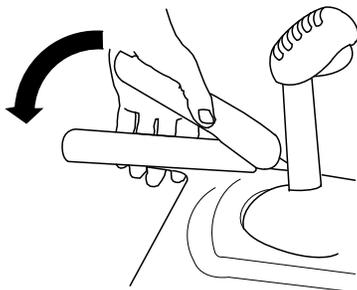

Figura 16
1. Per innestare la trazione, premete la leva sinistra (della trazione) contro l'impugnatura (Figura 16).